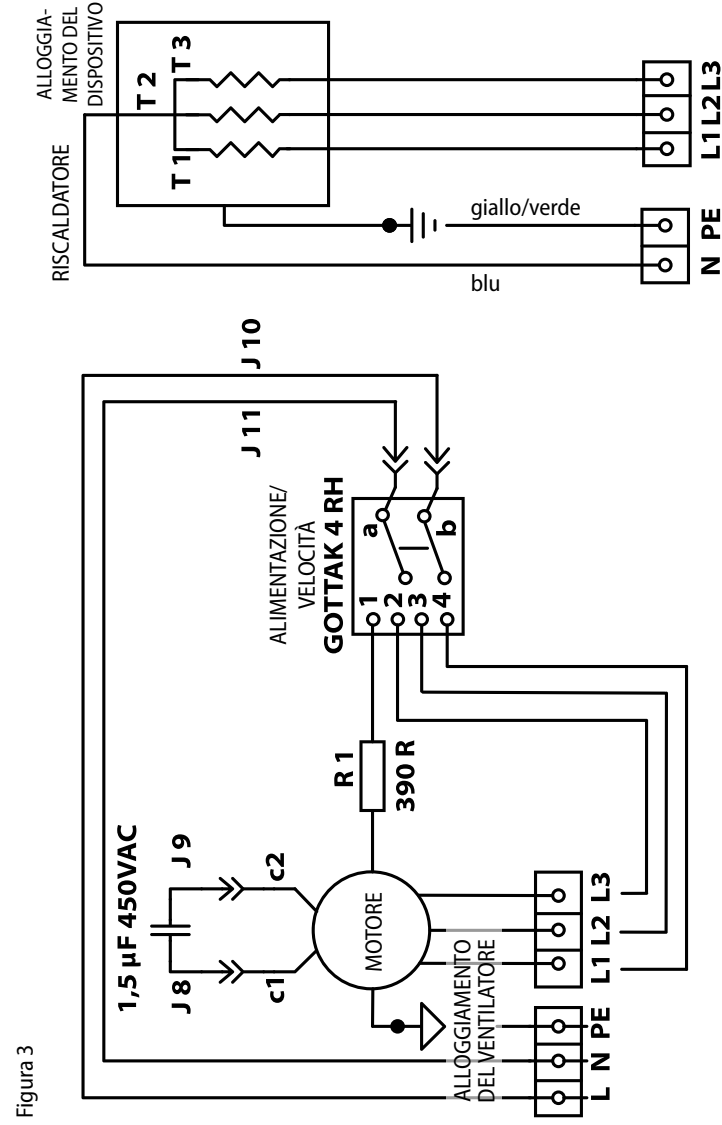

Figura 3
- I collegamenti interni del dispositivo devono essere effettuati per mezzo di terminali a vite come mostrato nella Figura 3 (vedere pagina 199) e nella Tabella 1 (vedere pagine 178–179) di questo manuale.